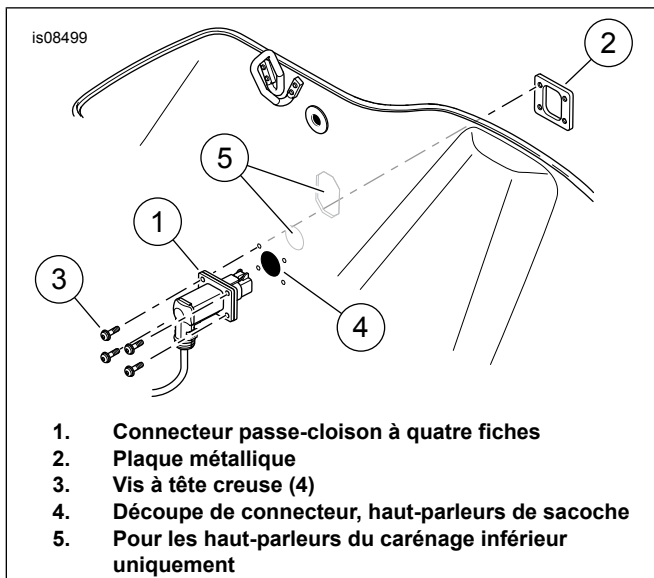

Figure 2. Pose du connecteur de faisceau à quatre fiches
9. Voir Figure 2. Déposer la plaque métallique (2) du connecteur passe-cloison à quatre fiches (1) sur le faisceau de la sacoche. Insérer le connecteur à travers le trou de sacoche (4) depuis l'intérieur.
10. Glisser à nouveau la plaque métallique sur le connecteur à l'extérieur de la sacoche. Fixer le connecteur à l'aide de quatre vis à tête creuse (3) depuis l'intérieur de la sacoche. Serrer.